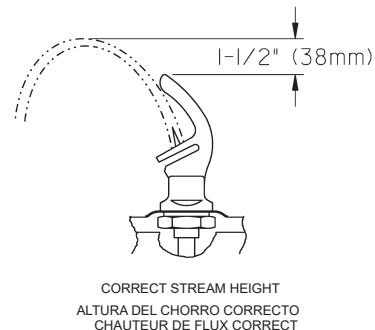

Fig. 5
- 8) Stream height is factory set for 45-50 PSI supply. If supply pressure varies greatly from this, readjust stream height to approximately 1-1/2" (38mm) above the bubbler guard by turning adjustment screw, accessible by removing front push panel, (see Fig. 5 & 6).
- 9) Replace the front panel and secure by retightening four (4) screws.
- 8) Altura del chorro viene configurado de fábrica para el suministro de 45-50 PSI. Si la presión del suministro varía demasiado de este valor, reajuste la altura del chorro a aproximadamente 1-1/2" por encima del protector del borboteador dando vuelta al tornillo de ajuste sacando el panel frontal de empuje, (vea Fig. 5 y 6).
- 9) Vuelva a colocar el panel frontal y asegúrelo apretando nuevamente los cuatro (4) tornillos.
- 8) Hauteur de flux est réglé en usine pour la fourniture de 45 à 50 lb/po². Si la pression varie beaucoup de ce point, ajustez le niveau à nouveau à environ 1-1/2" (38mm) au-dessus du protége-barboteur en tournant la vis de réglage du régleur que l'on trouve en retirant le panneau, (voir fig. 5 et 6).
- 9) Remplacez le panneau avant et fixez le en place en resserrant les quatre (4) vis.